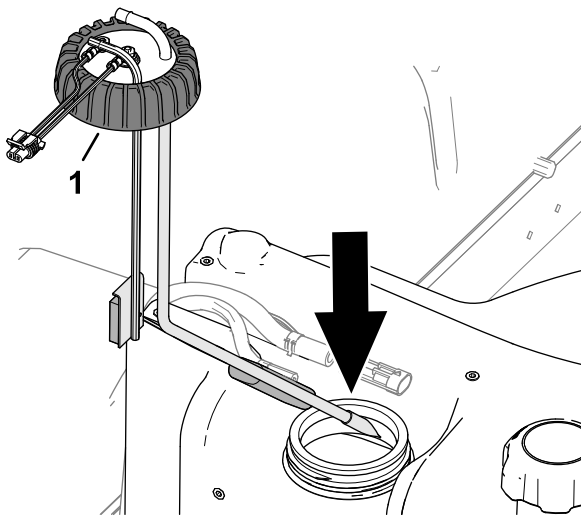

図 123
2. 燃料供給チューブとフロートを燃料タンク内部に注意深く取り付ける 図 123。